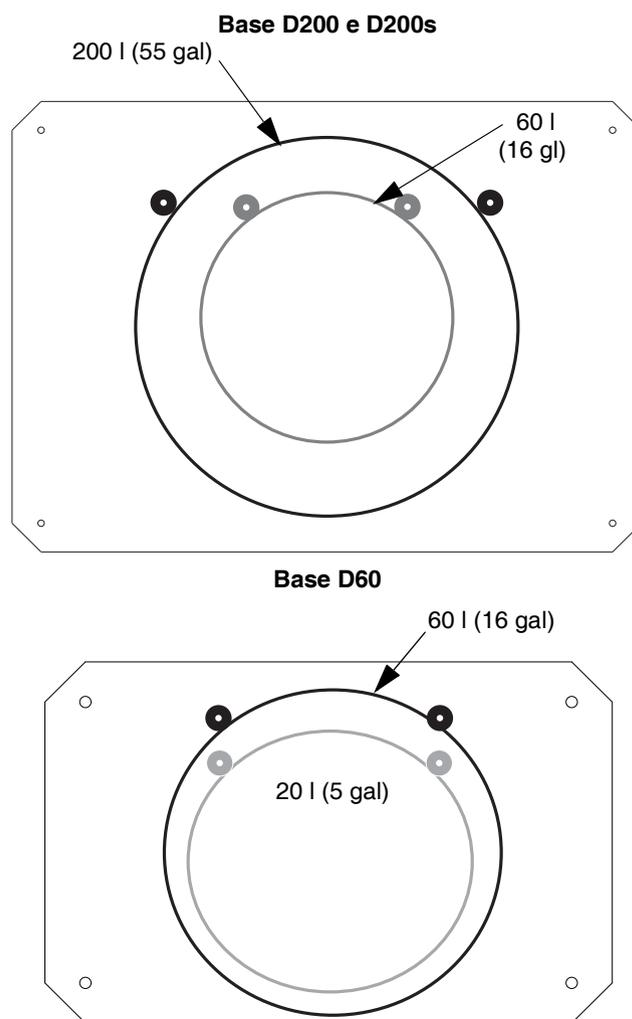

FIG. 12: Base del pistone
1. Individuare la serie corretta di fori di montaggio sulla base del gruppo pistone. Vedere FIG. 12.